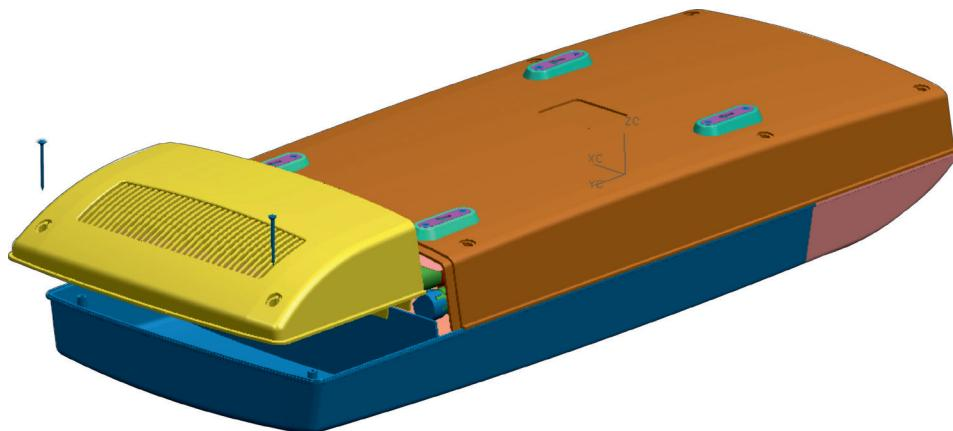

Рис.7
- вывернуть два винта соединяющие вставку панели с корпусом рециркулятора (рис. 7);
- вывернуть два винта соединяющие рамку с корпусом рециркулятора (рис. 7а) и вынуть использованный фильтр, соблюдая правила обращения с инфицированными материалами.
Рис. 7а
- ввернуть два винта, соединяющие вставку панели с корпусом рециркулятора (рис. 7)